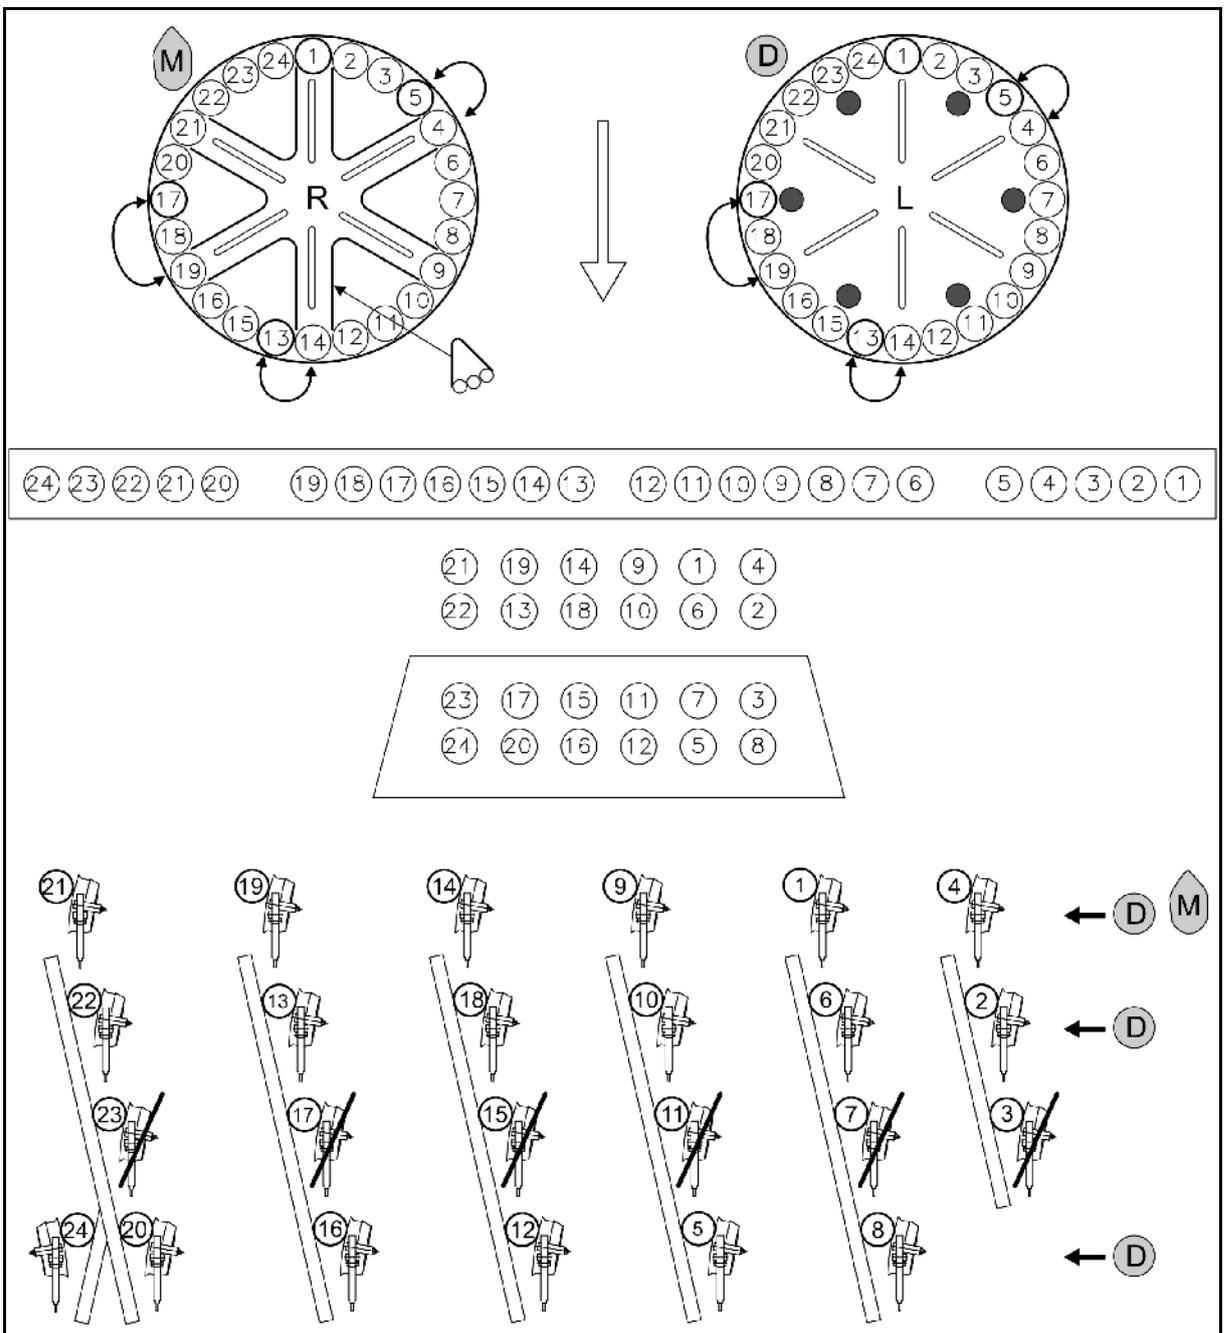

Fig. 48
- Mais M: Verschlussblech  entsprechend Fig. 48 montieren.
- Dünger D: Verschlussstopfen  entsprechend Fig. 48 montieren.